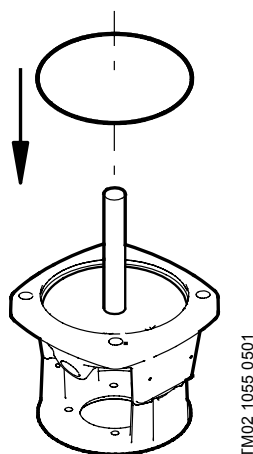

Рис.5
1. Установить уплотнительное кольцо поз. 37 с помощью инструмента поз. G, смотрите Рис.5.
3. Установить уплотнительное кольцо поз. 37 с помощью инструмента поз. G, смотрите Рис.5.